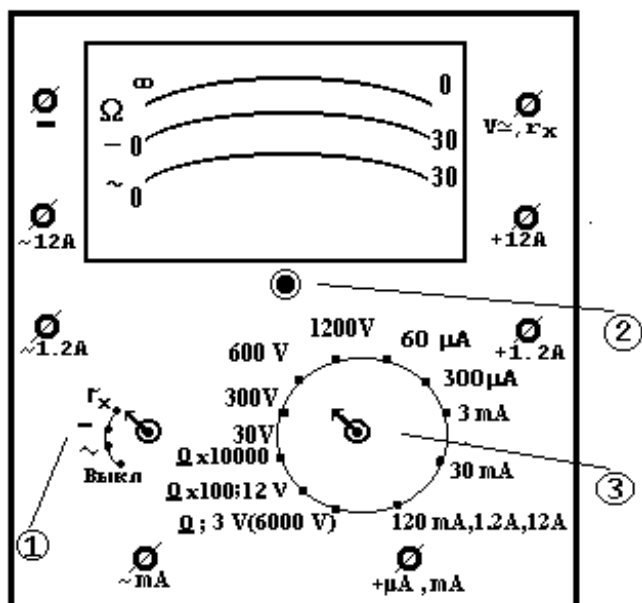
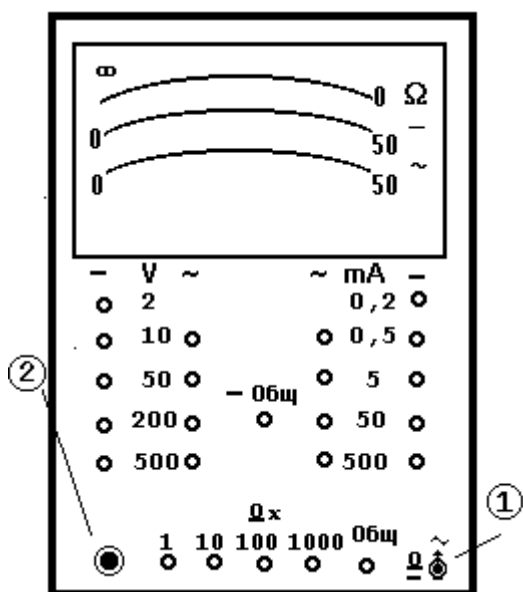

Рис. 7
Рис.8.
В лаборатории используются два типа авометров: АВО-5 (рис.7) и АВО-63 (рис.8). В обоих измерителем служит прибор магнитоэлектрической системы; оба содержат по три основных шкалы (в АВО-5 есть ещё шкала децибел, которая нами не используется); оба авометра имеют переключатель вида работ (1) и потенциометр установки нуля омметра (2). Из рисунков видно, что в остальном конструкция и возможности авометров существенно разные.